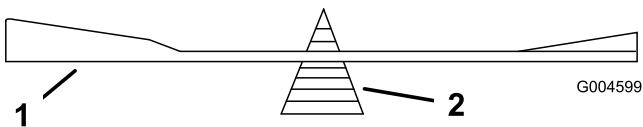

Figure 38
2. Vérifiez l'équilibre de la lame en la plaçant sur un équilibrage (Figure 38). Si la lame reste horizontale, elle est équilibrée et peut être utilisée. Si la lame est déséquilibrée, limez un peu le dos de la lame. Répétez la procédure jusqu'à ce que la lame soit équilibrée.